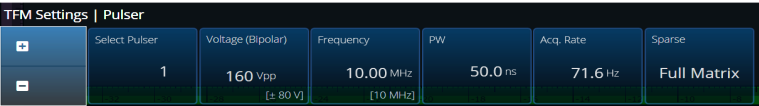

Abbildung 2-21 TFM Settings – Pulser (TFM Einstellungen – Sender)
Mit diesem **Pulser** (Sender) Parameter können Sie die Optionen **Voltage** (Spannung), **Frequency** (Frequenz), **PW** (IB) und **Acq. Rate Mode** (Erfassungsgeschwindigkeitsmodus) anzeigen und bearbeiten. Um auf diese Optionen zuzugreifen, gehen Sie zu **TFM Settings > Pulser** (UT-Einstellungen > Sender) [Abbildung 2-21 auf Seite 45 und Tabelle 14 auf Seite 45].